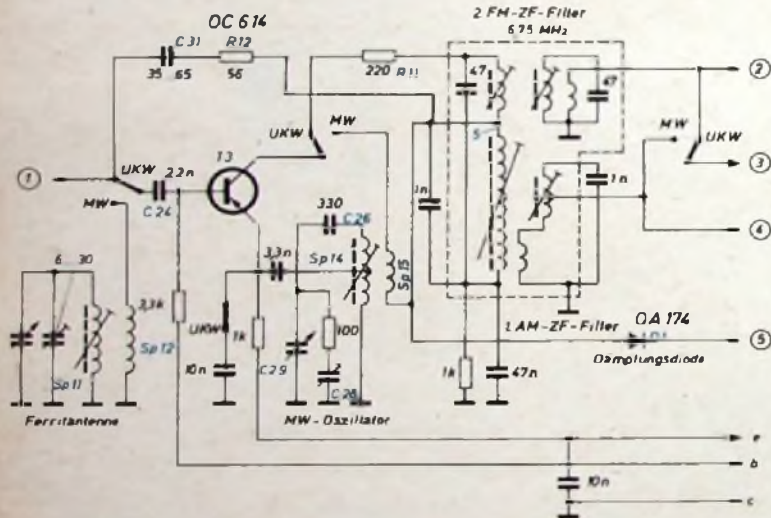

Bild 2. Erste FM-ZF-Stufe und MW-Eingangs- und Mischstufe (gezeichnete Schallerstellung MW)
Bei AM arbeitet der erste ZF-Transistor T 3 in selbstschwingender additiver Mischschaltung (Bild 2). Es handelt sich um eine allgemein in Transistorgeräten übliche Schaltung, die nur auf den OC 614 umdimensioniert wurde. Der AM-Eingangskreis ist auf einen Ferritantennenstab mit der bemerkenswert großen Stablänge von 22 cm gewickelt. Dadurch ergibt sich eine gute Mittelwellen-Empfangsleistung. Über die Koppelspule Sp 12 auf der Vorkreis-induktivität Sp 11 wird die Empfangsspannung an die Basis des Mischtransistors T 3 über C 24 angekoppelt. Der Mischer arbeitet somit in Emitterschaltung. Die Oszillatorschwingung wird in einer induktiven Rückkopplungsschaltung erzeugt.
4. Die Neutralisation der Emitterschaltung läßt sich bei einer Stufenverstärkung von etwa 10 gut beherrschen. Die Sicherheit gegen Selbsterregung, die umgekehrt proportional der Frequenz ist, kann durch Wahl einer niedrigeren Zwischenfrequenz gesteigert werden. Im „Bajazzo-Transistor“ wurde deshalb für FM die Zwischenfrequenz 6,75 MHz gewählt. Die erste FM-ZF-Stufe, die bei Mittelwelle als Mischstufe verwendet wird, muß am Eingang und Ausgang des Transistors umgeschaltet werden (Bild 2). Die für die FM-ZF-Neutralisation notwendige Spannung wird am Kopfpunkt 5 des ersten AM-ZF-Kreises abgegriffen, an dessen Kreiskapazität bei der gewählten Schaltung eine gegenphasige Spannung abfällt. Das Übersetzungsverhältnis ist entsprechend dem Kapazitätsverhältnis $1000/47 = 21$, so daß sich mit $C_{R0} = 2,5$ pF eine Neutralisationskapazität von etwa 50 pF ergibt. Die Umschaltung der Basisleitung der zweiten FM-ZF-Stufe (T 4) für die beiden Zwischenfrequenzen ist mit Rücksicht auf den AM-Oszillator notwendig, um Störungen der ZF-Stufen bei AM durch Oberwellen des Oszillators, die in den FM-Kanal kommen könnten, zu vermeiden. Gleichzeitig wird damit die FM-ZF-Neutralisation abgeschaltet. Der letzte ZF-Transistor T 5 ist bei FM auf das mit Germaniumdioden OA 172 bestückte Ratiofilter geschaltet. Mit dem Primärkreis dieses Filters liegt das abgestimmte AM-Diodenfilter in Reihe. Diese Stufe arbeitet ebenso wie die davorliegende für die AM-ZF von 460 kHz in Emitterschaltung. Die AM-Neutralisation von T 5 erfolgt über den Kondensator C 48 und von T 4 über C 38, mit denen die jeweils von den zugehörigen Kollektorkreisen über Koppelswicklungen entnommenen Neutralisationsspannungen in richtiger Größe und Phasenlage den entsprechenden Basisanschlüssen zugeführt werden. Die AM-Schwundregelspannung wird vom Diodenarbeitswiderstand abgenommen und über das Siebglied R 26, C 39 an die Basis von T 4 geführt. Hierdurch werden der Kollektorstrom und damit die Verstärkung von T 4 heruntergeregelt. Dieser Strom erzeugt seinerseits an R 19 einen Spannungsabfall, der als Sperrspannung der Diode D 1 zugeführt wird. Bei großen Regelspannungen